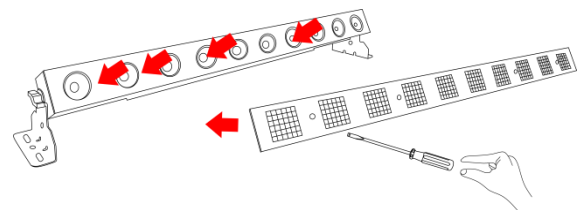

Fig.08
- 07) Vuelva a colocar el alojamiento de metal y apriete los tornillos firmemente (Fig. 08).